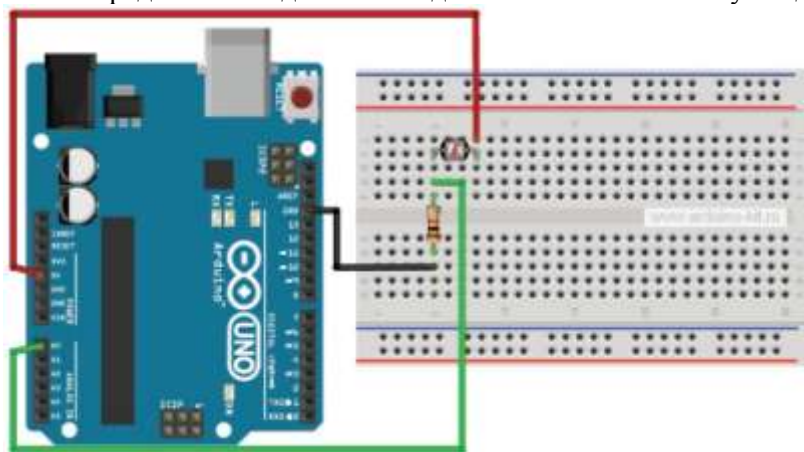

Рисунок 17
Распространённое использование фоторезистора – измерение освещённости. В темноте его сопротивление довольно велико. Когда на фоторезистор попадает свет, сопротивление падает пропорционально освещённости. Схема подключения фоторезистора к Arduino показана на рис. 17. Для измерения освещённости необходимо собрать делитель напряжения, в котором верхнее плечо будет представлено фоторезистором, нижнее – обычным резистором достаточно большого номинала. Будем использовать резистор 10 кОм. Среднее плечо делителя подключаем к аналоговому входу A0 Arduino.
1. Подключаем фоторезистор по схеме на рис. 17.